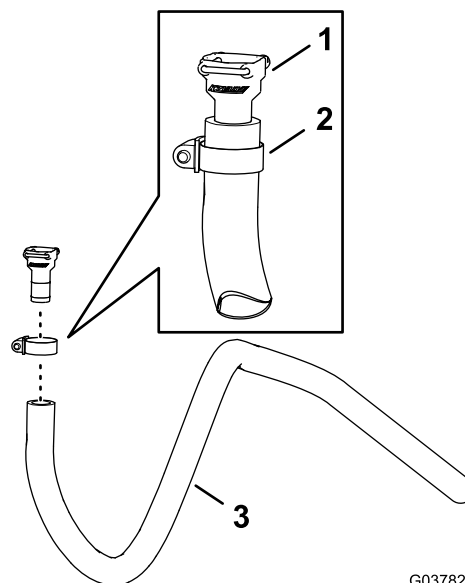

Figure 97
1. Fixez le raccord cannelé droit (3/4 po), que vous avez retiré à l'opération 2 de Préparation de la vanne de coupe (page 41), au flexible (1,3 x 180 cm) avec un collier (Figure 97).